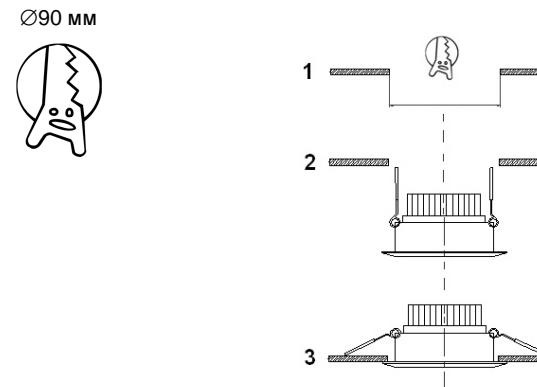

Рис.1. Установка светильника
5.1. Монтаж светильника (см. РИС.1).
- Подготовьте проем (вырез) в монтажной поверхности под установку светильника – 1 (Рис.1);
- Установите светильник в подготовленный проем, предварительно прижав к корпусу фиксирующие клипсы – 2 (Рис.1). Не допускайте пережатия питающих проводов.
- Убедитесь, что светильник надежно удерживается в проеме – 3 (Рис.1);